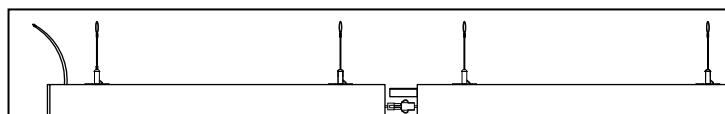

Рис. 2
- 5.12 Осветительные приборы оснащены сквозной проводкой для подключения в линию. Для подключения необходимо сначала соединить электрические разъемы на первом (STW1) и втором и последующих (TW1) приборах между собой, а затем соединить сами осветительные приборы (рис. 2), отрегулировав линию по горизонтали.